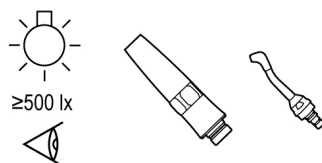

Fig. 32
4. Après le nettoyage et le séchage de la pièce à main, vérifiez sa propreté sous un éclairage approprié (500 lx ou plus) (Fig. 32).